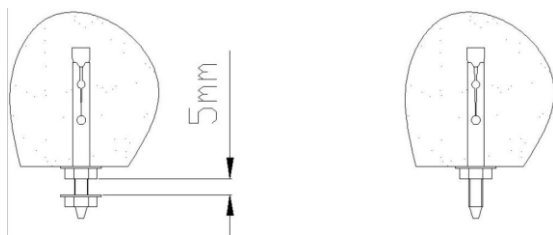

图 5
- 4、根据记好的孔位置，用冲击钻打出 4 个 $\phi 10 \times 80$ 的孔，将膨胀螺丝打入天花板，并用扳手拧紧螺丝。然后，将下端的螺母松出使垫片与上螺母的距离为 5mm 左右。并将另侧 2 个膨胀螺丝螺母及垫片都取下（如图 5 所示）。